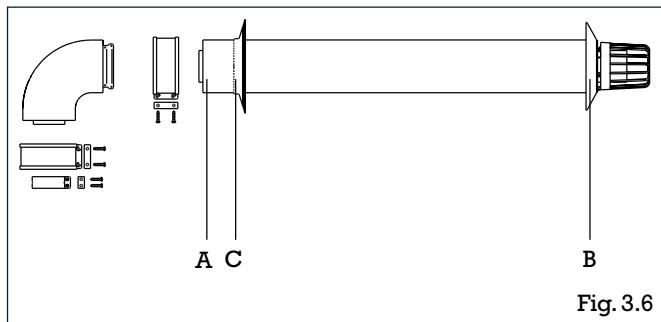

Fig. 3.6
- percer un trou de diamètre 105 mm dans le mur avec une pente de 1% vers l'extérieur si le kit de récupération de condensats n'est pas nécessaire. Dans le cas où le terminal ventouse ne peut pas être accessible de l'extérieur, percer un trou de diamètre 120 mm avec pente afin de pouvoir passer par l'intérieur la rosace extérieure (B, fig.3.6);
- préparer le collecteur (A, fig.3.6) en coupant les tubes à la longueur appropriée au type d'installation. Le conduit fumées doit dépasser de 7,5 mm le conduit d'air;
- mettre en place le collecteur et positionner la rosace intérieure (C, fig.3.6);